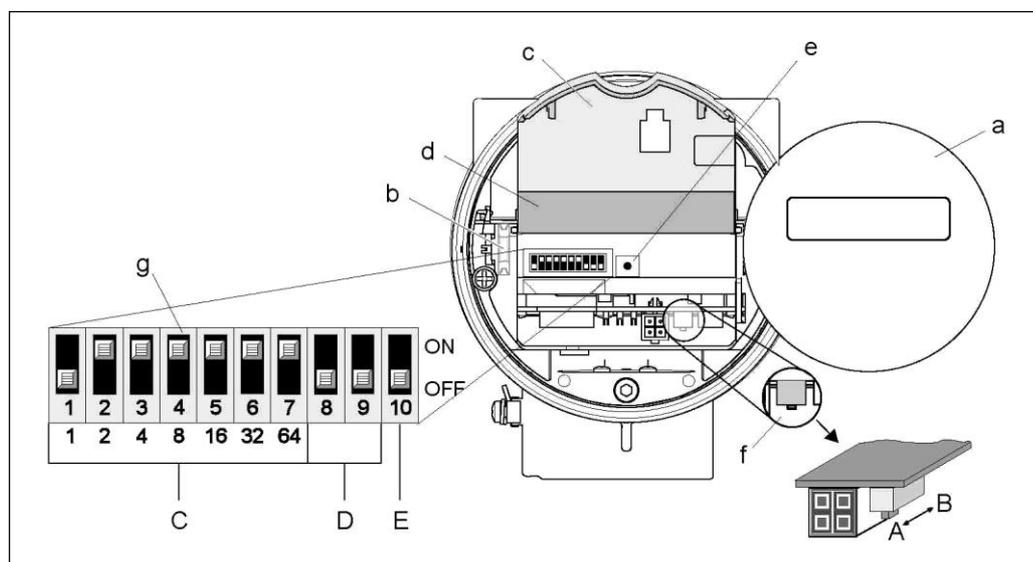

Рис. 26: DIP-переключатель для защиты от записи, настройка адреса прибора, светодиодный индикатор
Процедура настройки адреса прибора (см. рис. 26 на стр. 46):
- С помощью светодиодного индикатора на плате ввода/вывода (см. Рис. 26 на стр. 46) можно выполнить простую проверку функционирования в безопасной зоне.